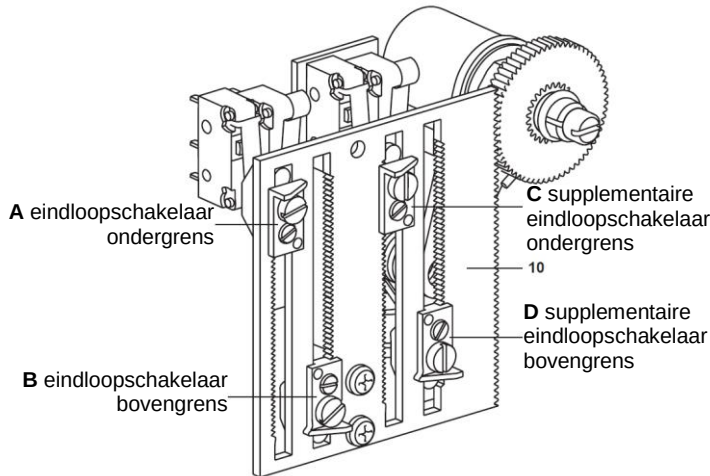

Fig. 11
Alle servomotoren kunnen uitgerust worden met supplementaire eindloopschakelaars (Fig. 11). Deze schakelaars worden gemonteerd op de plaat waarop de standaard schakelaars gemonteerd zijn, aan de rechterzijde. Maak de schroefjes los en verwijder de schakelplaat (10). De nokken worden op de schakelplaat gemonteerd. Let er op dat de nokkenbeweging van het draaipunt naar de rol toe is.
Paragraaf 3.6.6 toont de aansluiting van de schakelaars aan de klemmen. Sluit de nokken voor ondergrens en bovengrens aan op klemmen C en D respectievelijk (zie Fig. 11). De supplementaire schakelaars worden naast de bestaande schakelaars gemonteerd met een eenvoudig klik-aansluiting. Monteer de schakelplaat opnieuw en draai de schroefjes aan.